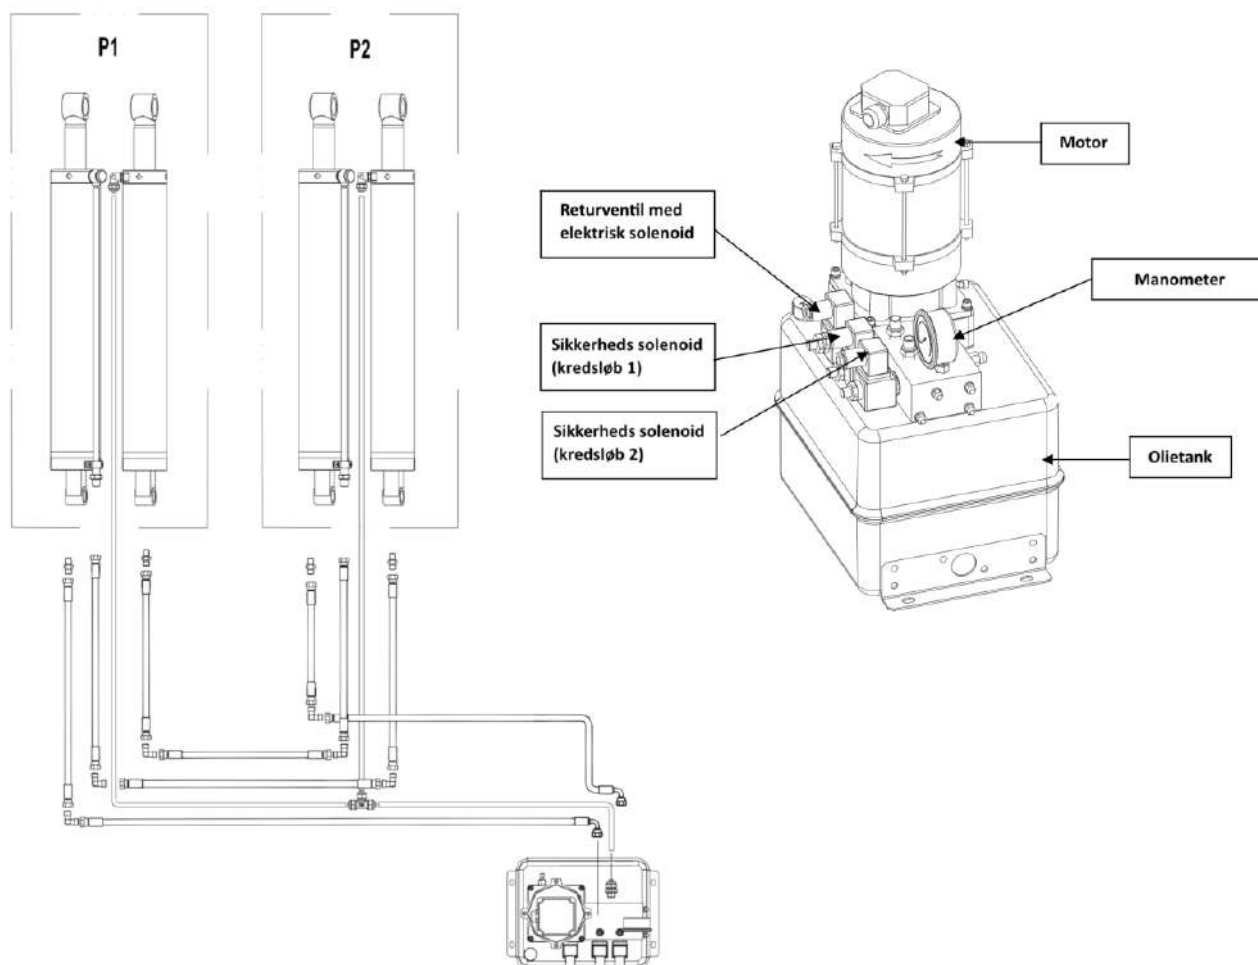

Fig. 5 - Oversigt over motorenhed og tilslutning af hydraulikslanger
1. Pak liften ud og placer den i hullerne. Hvis du kigger på fig. 5 længere nede af siden så kan du se at "P1" skal være den venstre sakse. Det er også der hvor tilslutningsslangen "A" sidder på.